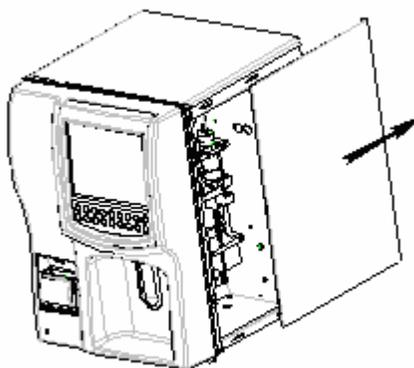

Рисунок 10-48 Снятие правой платы
3. Снимите правую плату, как показано на **рис. 10-48**;